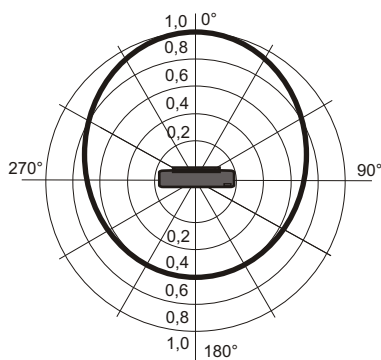

Рис.2 Схема подключения и диаграмма направленности звука оповещателя.
- 2.6. Диаграмма направленности звука на рис.2 (п.5.3)
5.1. Перед установкой необходимо проверить внешний вид оповещателя на наличие повреждений и проверить работоспособность следующим образом:подключить источник питания (типа Б5-7) к выводам оповещателя (рис.2), предварительно установив напряжение питания (24±6)В. При этом оповещатель должен выдать звуковой и световой сигналы.
5.3. На рис.2 показана схема подключения и диаграмма направленности звука.